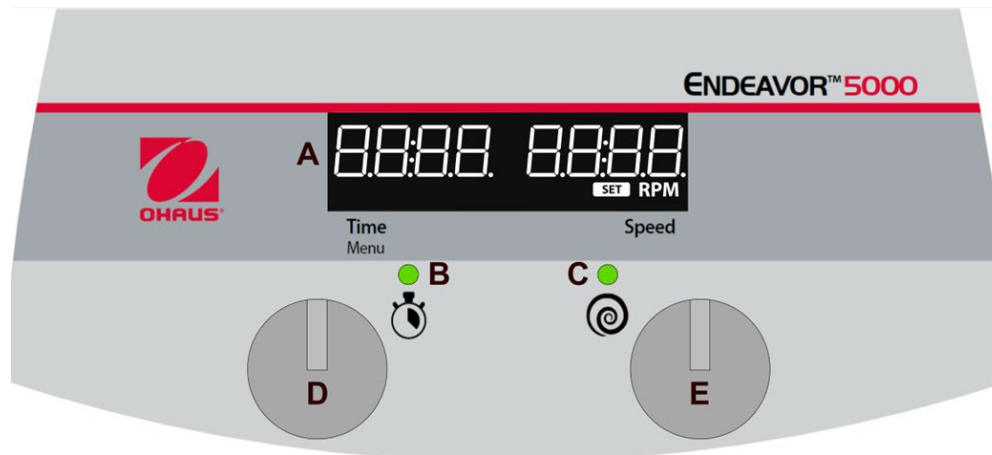

Abbildung 1: Endeavor 5000, digitales Bedienfeld
2. Wenn der Timer auf eine Zeit zwischen 00:01 und 99:59 eingestellt ist, zählt er von der eingestellten Zeit herunter, sobald die Schüttelfunktion eingeschaltet ist und die **Timerstatusanzeige (B)** leuchtet.
- c. Sobald der Timer im Countdown-Modus 00:00 erreicht, schaltet sich die Schüttelfunktion ab, das Gerät piept 1 Mal, und auf dem Display erscheint „**Ende**“ (**A**, Abb. 1).
1. Drehen Sie den **Zeiteinstellknopf (D)**, (Abbildung 1).
- c. Drücken Sie kurz den **Zeiteinstellknopf (D)**, um den Minutenwert auszuwählen.
- e. Drehen Sie den **Zeiteinstellknopf (D)**, um den Stundenwert einzustellen.
- f. Drücken Sie kurz den **Zeiteinstellknopf (D)**, um den Stundenwert und die Timereinstellung zu bestätigen.
1. Drehen Sie den **Drehzahleinstellknopf (E)**, Abbildung 1) auf die gewünschte Einstellung.
1. Halten Sie den **Drehzahleinstellknopf (E)** gedrückt, bis das Gerät piept und die **Betriebsstatusanzeige (C)**, Abb. 1) aufleuchtet.
- Halten Sie im Ruhemodus den **Zeiteinstellknopf (D)** gedrückt, bis „MENU“ angezeigt wird.
- Drücken Sie kurz entweder auf den **Zeiteinstellknopf (D)** oder auf den **Drehzahleinstellknopf (E)**.
- Um eine Ablaufbedingung zum Abrufen auszuwählen, halten Sie den **Drehzahleinstellknopf (E)** gedrückt, bis das Gerät piept und die **Betriebsstatusanzeige (C, Abb. 1)** aufleuchtet.